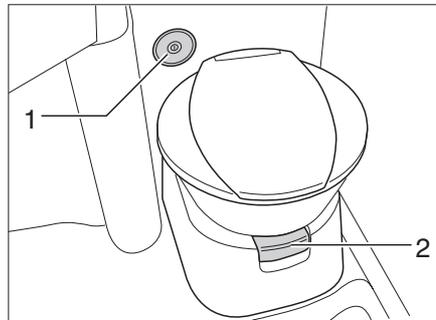
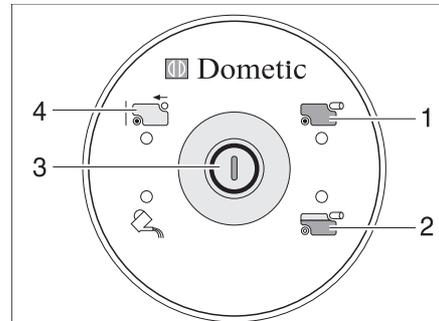

Bild 259 Toilettenschüssel mit Kontroll- und Bedieneinheit
Bild 260 Kontroll- und Bedieneinheit Toilette
Vor der Benutzung der Toilette etwas Wasser in die Toilettenschüssel laufen lassen. Dazu den Spülknopf (Bild 260,3) an der Kontroll- und Bedieneinheit (Bild 259,2) drücken.
- Vor dem Spülen den Schieber der Toilette öffnen. Dazu den Schieberhebel (Bild 259,1) herausziehen.
- Zum Spülen den Spülknopf (Bild 260,3) drücken.
Die Kontroll-Leuchte (Bild 260,2) leuchtet, wenn der Fäkalientank zu 3/4 gefüllt ist. Die Kontroll-Leuchte (Bild 260,1) leuchtet, wenn der Fäkalientank entleert werden muss.
- Den Schieber öffnen. Dazu den Schieberhebel (Bild 259,1) herausziehen.
- Den Schieberhebel (Bild 259,1) hineindrücken. Der Schieber wird geschlossen. Zum Entleeren **muss** an der Toilette der Schieber geschlossen sein.
- Fäkalientank entnehmen und entleeren, wie in den Abschnitten 11.8.4 und 11.8.5 beschrieben. An der Kontroll- und Bedieneinheit leuchtet die Anzeige "Fäkalientank entnommen" (Bild 260,4).